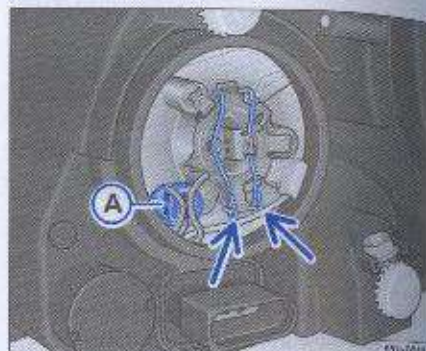

Fig. 142 Acceso a la lámpara de la luz de carretera y a la lámpara de la linterna delantera
- Comprima ambos lados del resorte de seguridad ⇒ fig. 142 - flechas - contra la lámpara, desplazando el resorte para desatrarlo.
- Remueva el portalámparas ⇒ fig. 142 ②, para remover la lámpara de la linterna delantera.